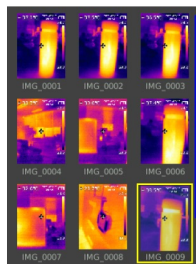

Fig. 27
3. Utilisez les boutons $\langle$ et $\rangle$ pour faire défiler la liste des images enregistrées, le cas échéant (Fig. 27).